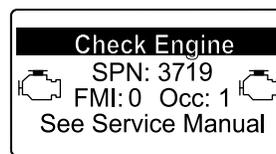

Рисунок 58
- Если потребуется восстановительная регенерация, инфо-центр отобразит предупреждение по двигателю SPN 3719, FMI 16 (Рисунок 58) и компьютер двигателя снизит его мощность до 85%.